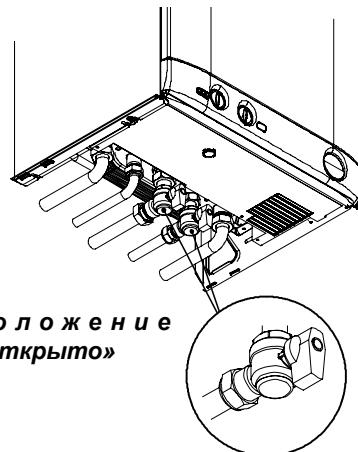

рис. 2.1
- Краны котла должны быть всегда открыты как на рис. 2.1.